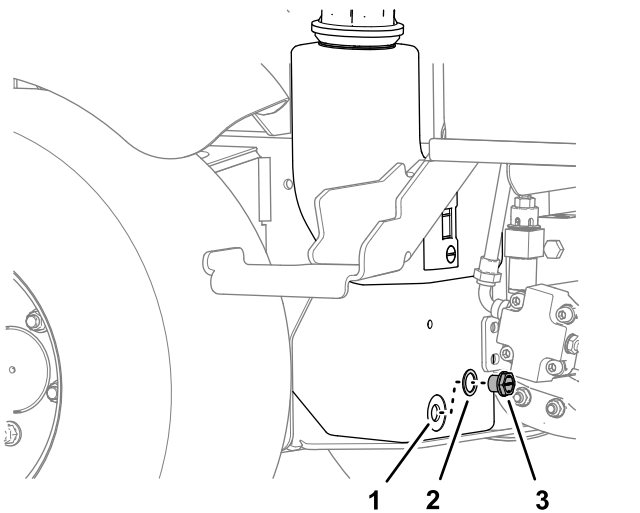

Figura 72
3. Allineate una bacinella di spurgo sotto il serbatoio idraulico, rimuovete il tappo di spurgo del serbatoio, e spurgate completamente il fluido idraulico (Figura 72).